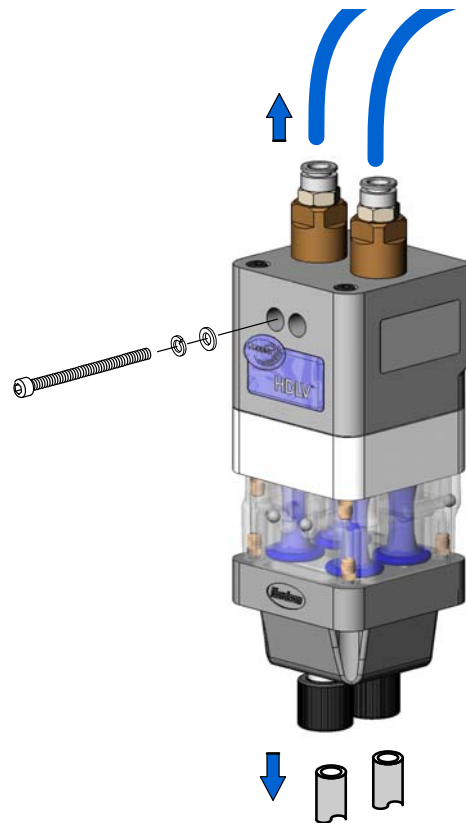

Figura 9 Pregătirea dezasamblării
1. A se vedea Figura 9. Deconectați conductele pentru aer de purjare din partea de sus a pompei.